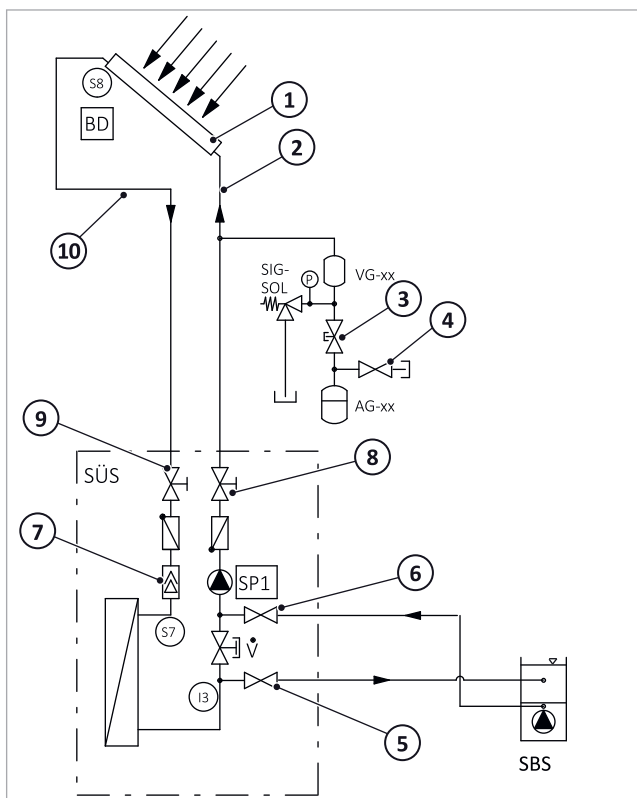

Fig. 105: Estación de transferencia de calor solar: Lavar el ramal de la bomba
- Tras llenar de nuevo el circuito solar se generan durante el funcionamiento gases que se acumulan en el separador de aire de la estación → *fig. 105, p. 54 (7)*. Esta generación de gases se reduce a medida que aumenta el tiempo de funcionamiento de la instalación. De ahí que durante los primeros días tras la puesta en funcionamiento se debe purgar diariamente el separador de aire y comprobar la presión de la instalación. Posteriormente solo será necesario en función de la cantidad de aire separada.